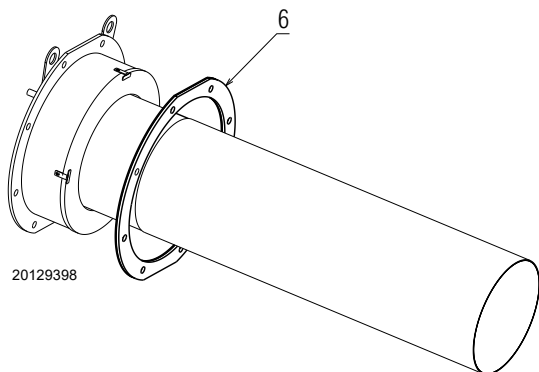

Fig. 17
- Verificare il corretto posizionamento dello schermo isolante 6)(Fig. 17); la parte nera deve essere rivolta verso la flangia bruciatore e quella bianca verso il lato caldaia.